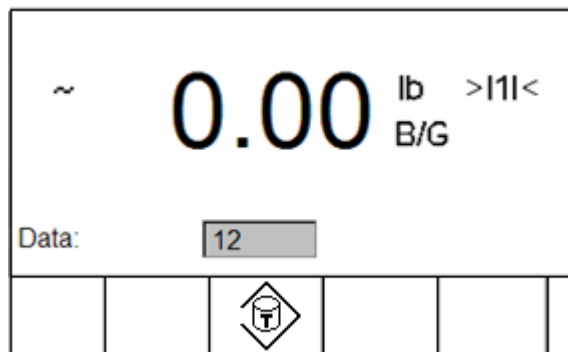

Abbildung B-3: Dateneingabebildschirm
- Geben Sie die ein- oder zweistellige ID für die zu verwendende Container-Tara ein. Der Dateneingabebildschirm wird wie in Abbildung B-3 dargestellt angezeigt.